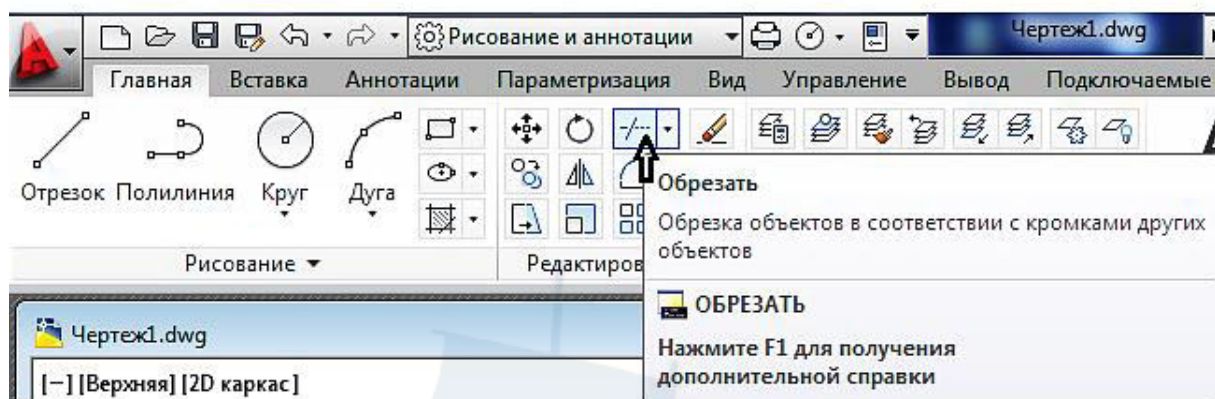

Рис. 95
- щелчком мыши по кнопке  **Обрезать** на панели инструментов **Редактирование** на вкладке **Главная** ленты инструментов (рис. 95);